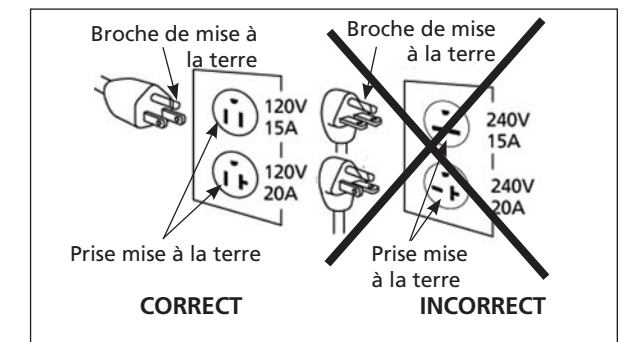

Figure 3 - Méthode de mise à la terre
1. Ce produit est conçu pour être utilisé sur un circuit de 120 V. Il doit être mis à la terre. Dans le cas d'un court circuit, la mise à terre réduit le risque d'un choc électrique en fournissant un chemin de courant alternatif au sol. L'unité est équipée d'un cordon électrique qui possède une branche de mise à la terre. Elle s'insérera facilement dans l'un des types communs de prises électriques montrées à la figure 3. Si la fiche ne s'insère pas dans la prise désirée, demandez à un électricien qualifié de remplacer la fiche ou la prise.
- Ce produit est conçu pour être utilisé sur un circuit de 120 V et est doté d'une broche de mise à la terre semblable à la broche illustrée dans la figure 3.